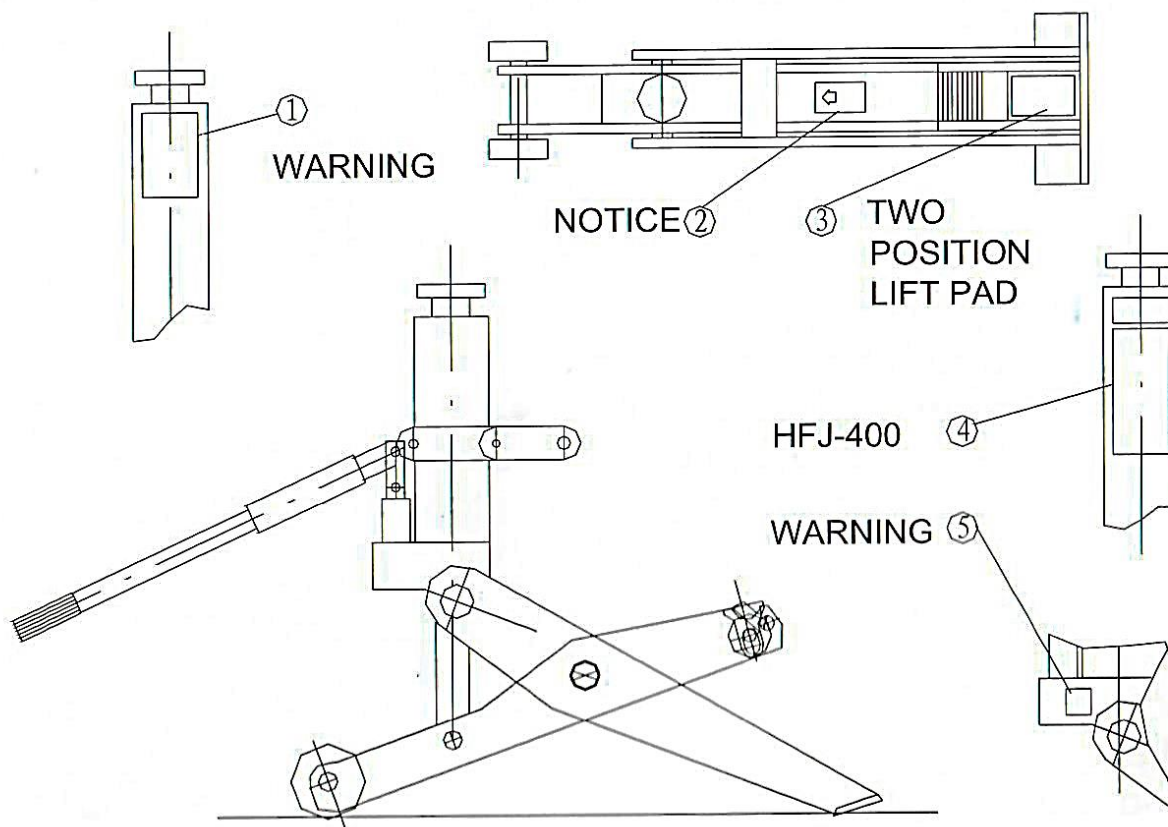

Рисунок 1.
6. Никогда не подставляйте домкрат под погрузчик за красную линию, расположенную на верхней части подъемного рычага. (см. Рисунок 1, предупредительная наклейка 2 NOTICE).
- Никогда не подставляйте домкрат под погрузчик за красную линию, расположенную на верхней части подъемного рычага. (см. Рисунок 1, предупредительная наклейка 2 NOTICE)